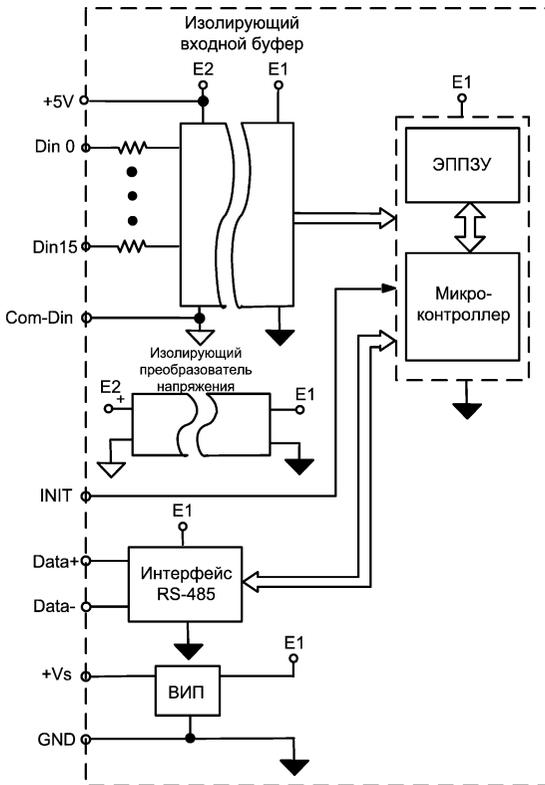
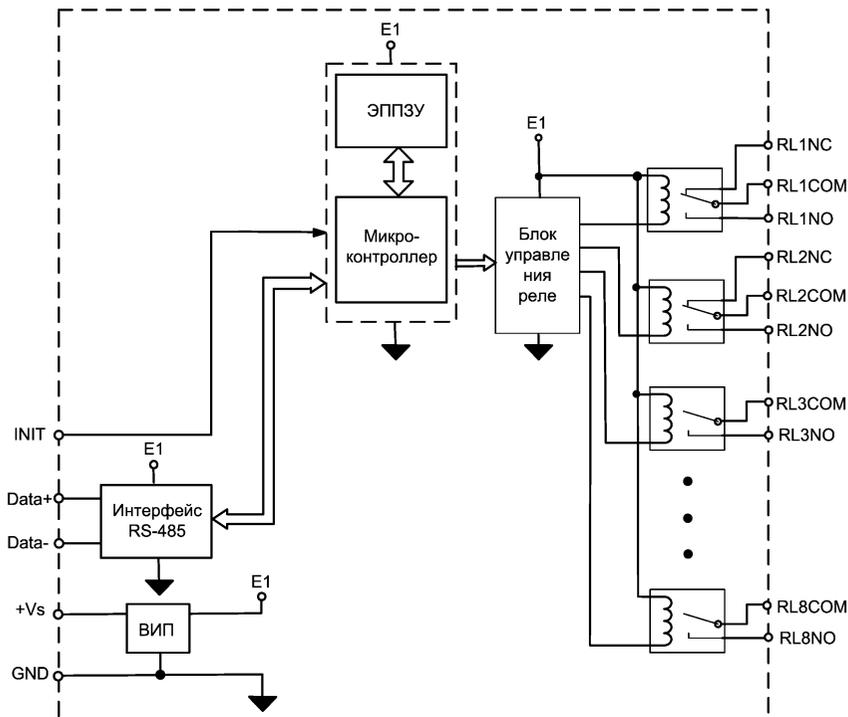

Рис. 4.1. Структурная схема модуля NLS-16DI-24V
Рис. 4.3. Структурная схема модуля NLS-8R-24V.
- групповая изоляция входов и отдельная групповая изоляция выходов с тестовым напряжением изоляции 3700 В. Входы имеют гальваническую изоляцию от части модуля, соединенной с источником питания и портом RS-485 (см. рис. 4.1 - рис. 4.3). Изоляция обеспечивает защиту модуля и соединенного с ним оборудования от высокого синфазного напряжения, которое допустимо на входных клеммах. Изоляция защищает также модуль от разности потенциалов между "землей" источника сигнала и приемника, которая может возникнуть при наличии недалеко расположенного мощного оборудования;
Дискретные сигналы со входа модуля через гальванический изолятор поступают в микроконтроллер. Изолированная часть модуля, содержащая блоки логического вывода, питается через развязывающий преобразователь постоянного напряжения, чем обеспечивается полная гальваническая изоляция входов и выходов от блока питания и интерфейсной части (рис. 4.1 - рис. 4.3).